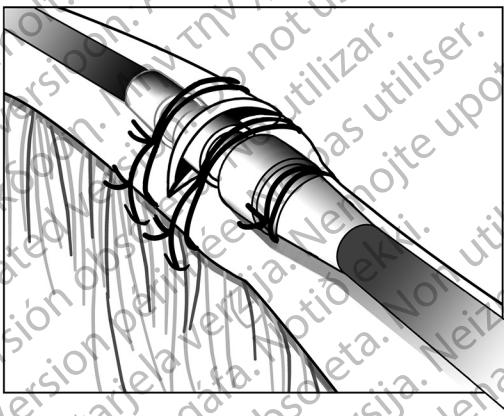

Figura 12. Ejemplo de manguito de sutura, técnica de venotomía
3. Utilice el mismo surco para fijar el cable y la vena a la fascia adyacente (Figura 12 Ejemplo de manguito de sutura, técnica de venotomía en la página 28).